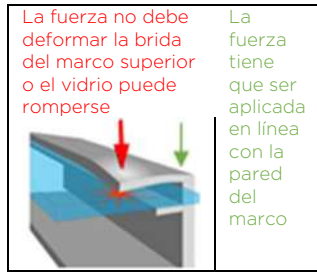

Figura 1a: Ubicaciones de la fuerza de la abrazadera
- 2) **Mordazas de presión o clips:** Monte el módulo con los clips opuestos en el lado largo y/o corto del marco del módulo. La ubicación permitida de los clips debe estar de acuerdo con la Apéndice. Los instaladores deben asegurarse de que los clips tengan la suficiente resistencia para permitir lograr la presión proyectada máxima del módulo. TCL no suministra las sujeciones ni las mordazas. Las mordazas deben aplicar fuerza colineal con la "pared" del marco del módulo y no solo a la brida superior. Las mordazas o los procedimientos de instalación que ejercen una fuerza excesiva sobre la brida superior deformarán el marco, anularán la garantía del módulo y provocarán la rotura del vidrio. La figura 1a ilustra ubicaciones para la fuerza de sujeción del marco superior. Evite la sujeción dentro de los 50 mm de las esquinas del módulo para reducir el riesgo de desviación de la esquina del marco y rotura del vidrio. Cuando se sujeta al marco del módulo, el par de torsión nunca debe exceder los 15 N.m para reducir las posibilidades de deformación del marco. Se debe utilizar una llave de torsión calibrada. Debe evaluarse la compatibilidad de los sistemas de montaje antes de la instalación, especialmente cuando el sistema no utiliza mordazas o clips. Póngase en contacto con TCL para obtener la aprobación del uso de abrazaderas o clips de presión no estándar en los que los valores de par sean superiores a los indicados de otro modo.